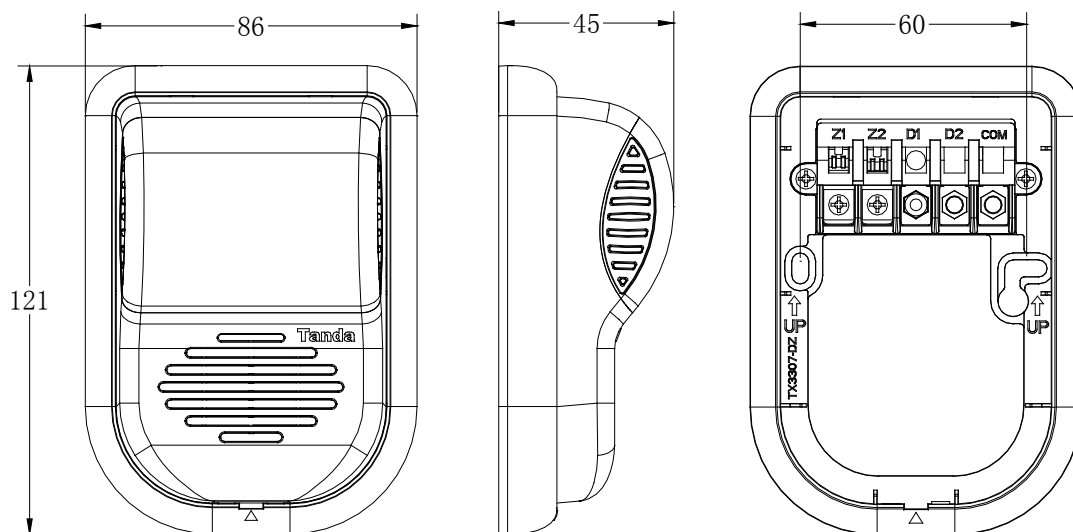

图1 外形尺寸及安装尺寸示意图
1. 声光指示器的外形尺寸及安装尺寸如图 1 所示（单位：mm）。